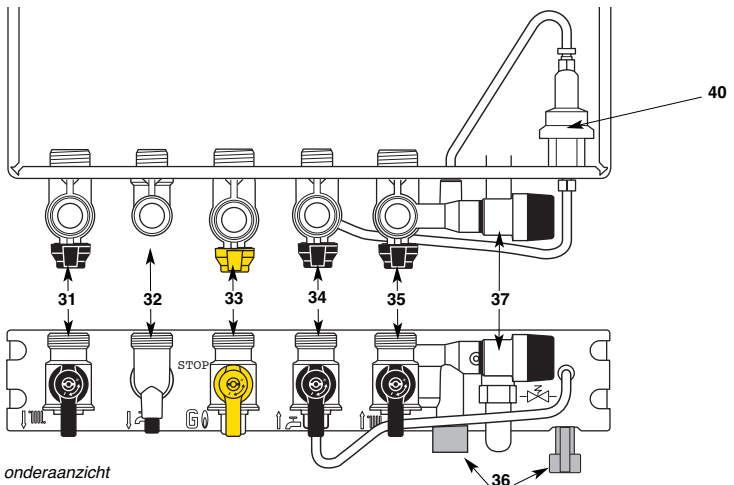

Fig. 22 - Vooraanzicht en onderaanzicht
Kraanblok (fig. 22)
3. Open de gastoevoer, gaskraan **33** (fig. 22), op stand «  » de draaien.
- Draai de gastoevoer dicht door middel van kraan **33** (fig. 22), op stand «STOP».
31 dichtdraaien (fig. 22).